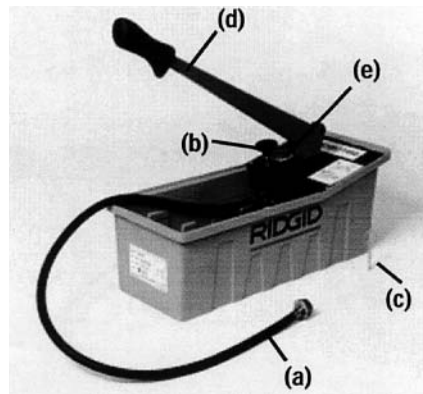

Fig. 1
2. Du måste känna till placering och funktioner för alla reglage innan du använder pumpen (fig.1).
### Driftsinstruktioner (se fig. 1)